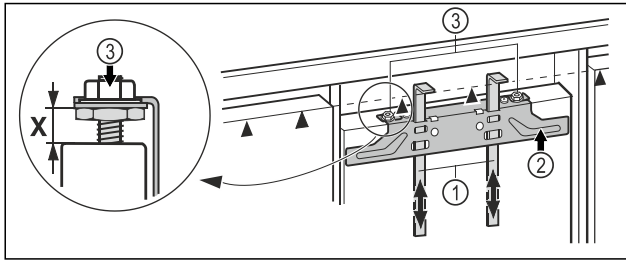

Fig. 18
- ▶ Skjut upp monteringshjälpmedlen Fig. 18 (1) till samma höjd som möbeldörren. Monteringshjälpmedlens undre anslagskant ▲ = Den monterade dörrens överkant.
- ▶ Skruva av monteringstraversen Fig. 18 (2) med soppmuttrarna Fig. 18 (3).